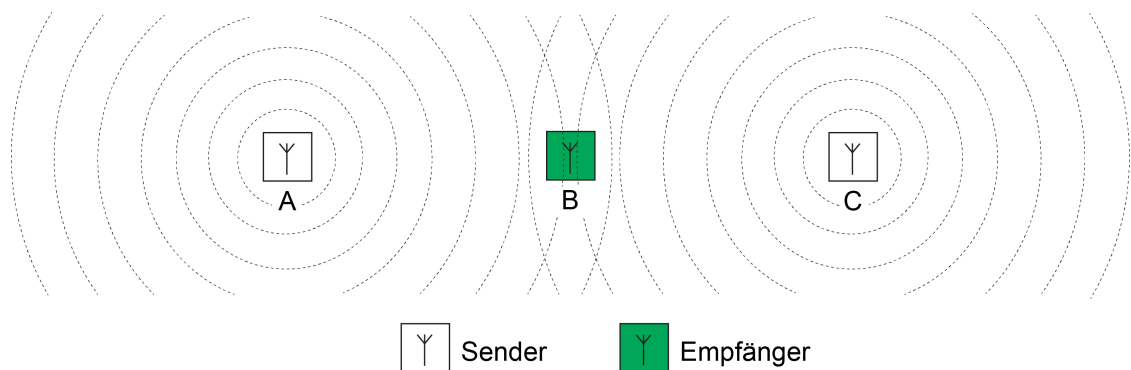

Bild 24: Funkkollisionen am Empfänger durch räumlich weit entfernte Sender
Durch die beschriebenen Sendeverfahren zur Steuerung des Medienzugriffs werden Funkkollisionen in einer KNX RF Umgebung meist verhindert, nicht jedoch vollständig vermieden. So kann es beispielsweise sein, dass bei einer Übertragung zwischen einem RF-Sender (A) und einem RF-Empfänger (B) ein zusätzlicher RF-Sender (C) vorhanden ist, der innerhalb der Reichweite des RF-Empfängers liegt, nicht jedoch den anderen RF-Sender erreichen kann aufgrund der räumlichen Entfernung (Bild 24). In solch einem Fall ist es für die beiden RF-Sender unmöglich zu erkennen, wann einer von beiden Funksignale aussendet (Hidden-Station-Problem). Folglich können beim Empfänger, der in Reichweite beider RF-Sender liegt, Funkkollisionen auftreten.